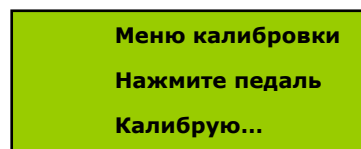

Рисунок 15.
- Возвращение на позицию 0 градусов, в случае если станок не находится уже в этом положении. См. Рис. 15